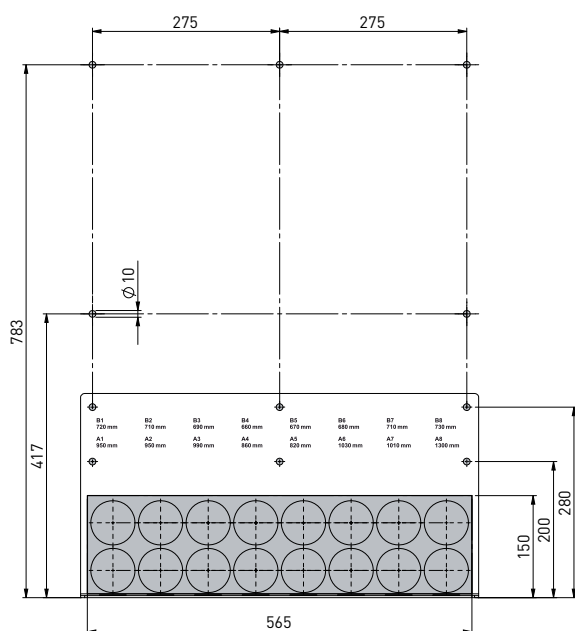

Fig. 7 Praticare dei fori di fissaggio e fare i passaggi da 565 x 150 mm
- 1.) Fare dei buchi di 10 mm di diametro per l'unità di commutazione e per i due passanti tubo come mostrato nello schema Fig. 7, 8. Fissare il tubo di alimentazione ai 3 fori in basso. Se i tasselli di ottone non possono essere adeguatamente fissati con i fori in basso, il passante tubo può anche essere fissato ai fori superiori.
- 2.) Creare un passaggio (565 x 150 mm) per i tubi – Fig. 7.